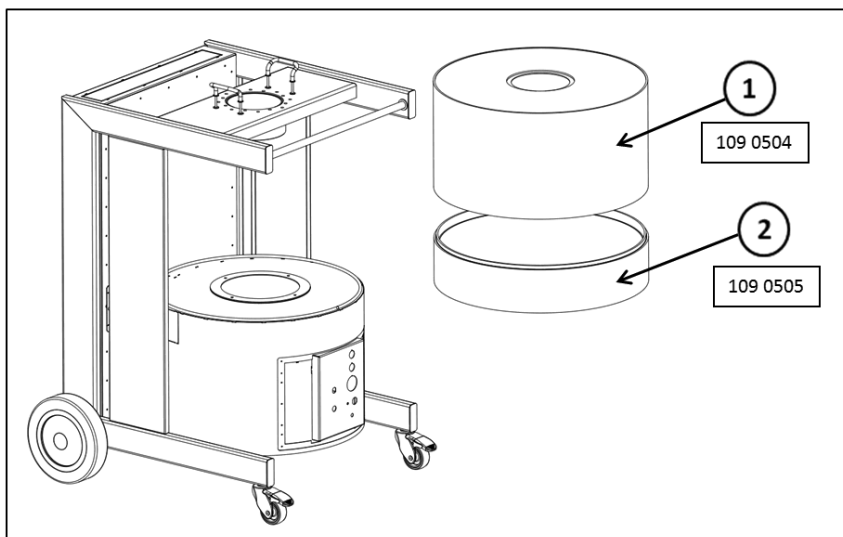

Abbildung 1, Filtertypen beim MaxiFil mit Aktivkohle-Filter
- Die Reihenfolge der im Gerät zu positionierenden Filterelemente entnehmen sie der Abbildung 1.